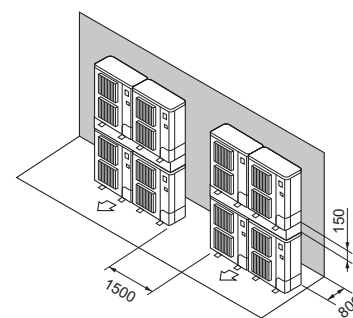

Fig. 3-17
- ⑦ Disposição de unidades sobrepostas (Fig. 3-17)